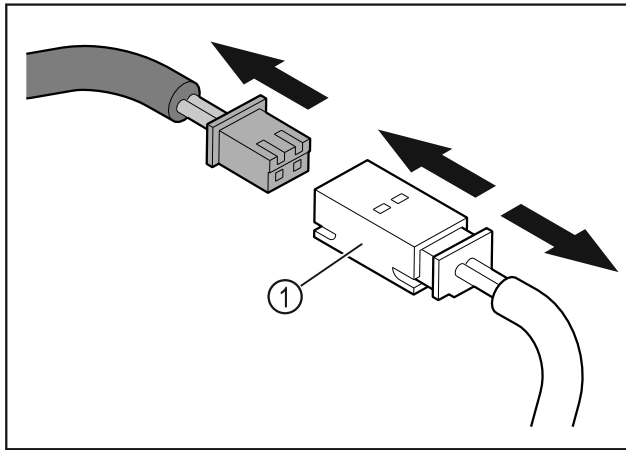

Fig. 13
- ▶ Вийняти штекер та штекерний контакт Fig. 13 (1).